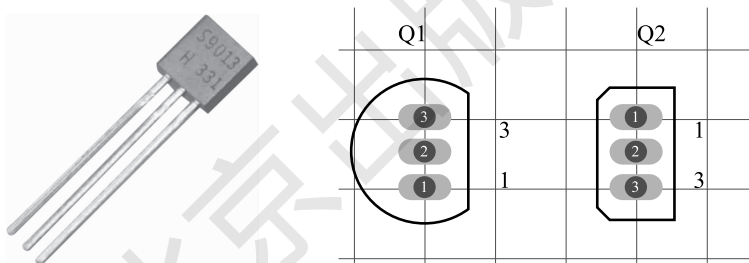

图 1-26 采用 BCY-W3、BCY-W3/B.8 封装安装指示图
(4) 如图 1-26 所示, 将插件三极管或可控硅安装在万能板对应位置。该封装规格为 BCY-W3、BCY-W3/B.8, 元器件实物引脚间距为 50mil, 需对引脚进行整形后再进行安装, 焊盘间距为 100mil。